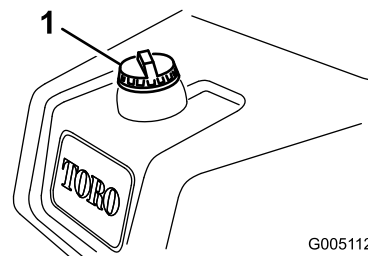

Figura 20
1. Limpe a zona em redor da tampa do depósito de combustível e retire-a (Figura 20).